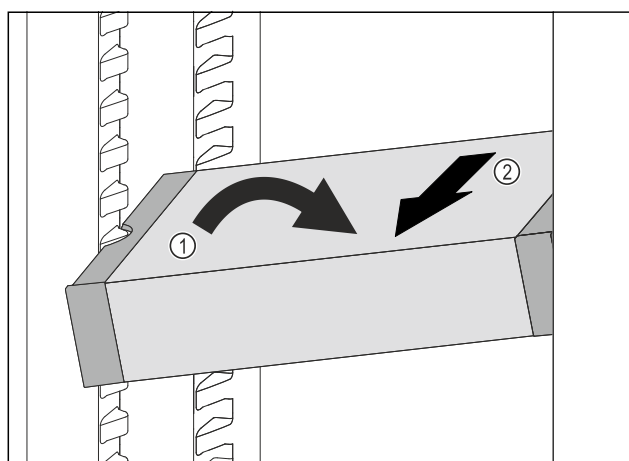

Fig. 111
- ▶ VarioSafe postavte v chladničce šikmo. Fig. 111 (1)
- ▶ VarioSafe odeberte směrem dopředu. Fig. 111 (2)